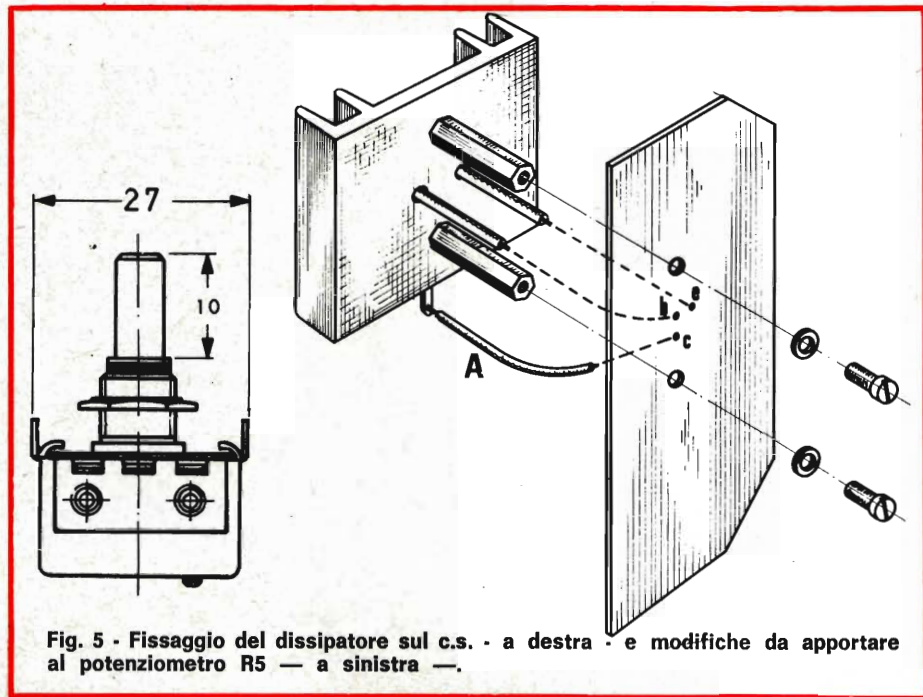

Fig. 5 - Fissaggio del dissipatore sul c.s. - a destra - e modifiche da apportare al potenziometro R5 - a sinistra -.
due spezzoni di tubetto sterlingato del  $\varnothing$  di 3 mm e di lunghezza cm 3. (Vedi i particolari fig. 5).
- Collegare l'altra estremità del collegamento A al terminale del collettore di TR2. Vedi particolari di fig. 5.